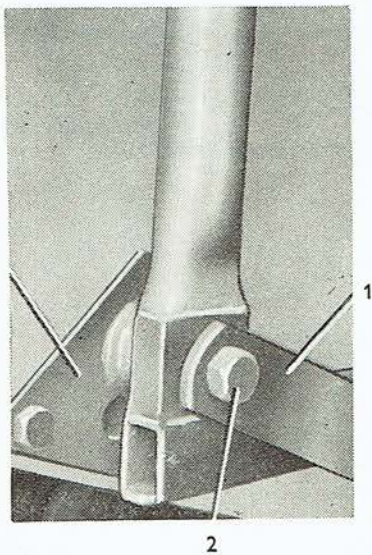

Abb. 91
1. Die Kotflügelstrebe (Abb. 91/1) ist durch Ausschrauben der Schraube M 10×30 (Abb. 91/2) an dem Konsolenhalter (Abb. 91/3) des Kotflügels abzumontieren.